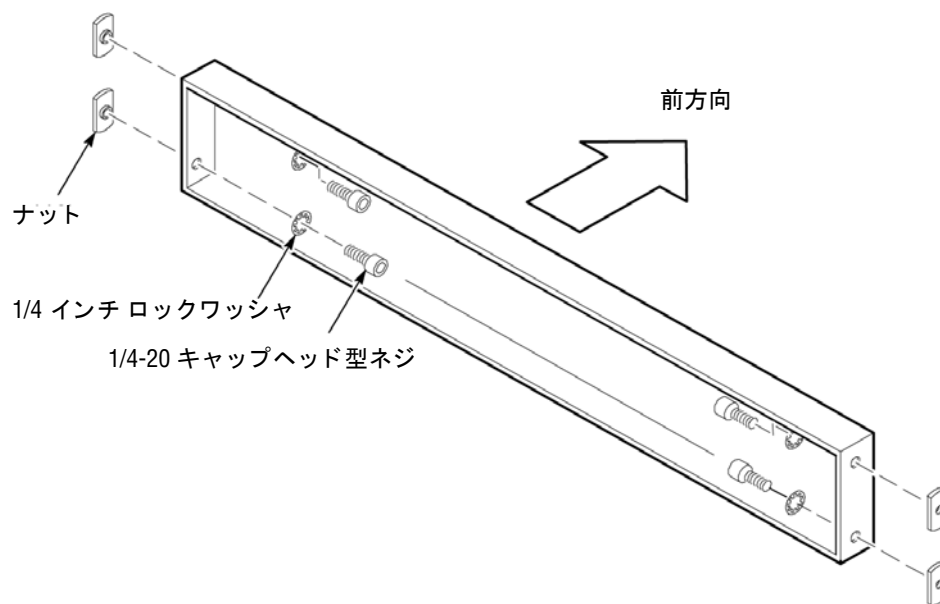

図 3: ストラットの準備
1. 図3に示すようにストラットを準備します。ストラットに対してナットを図に示す位置に固定します。ネジは固く締めずにゆるめにしておきます。ナットを1回転以上締めないでください。